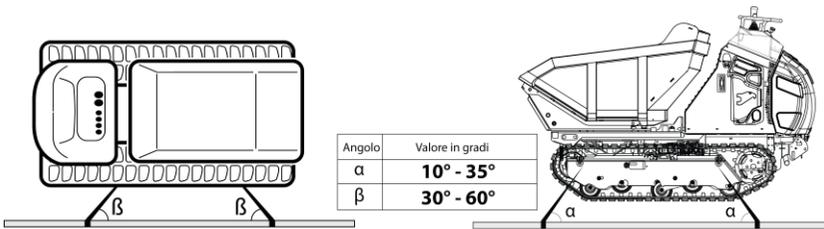

fig. 26 – Punti di ancoraggio per lo stivaggio
- Nello stivare la macchina rispettare gli angoli indicati nella tabella (fig.26) forniti dal costruttore.